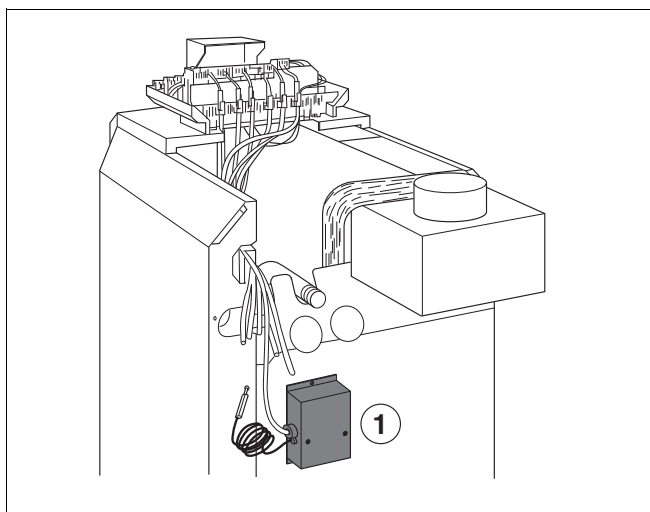

Fig. 2 Posición del aparato de mando G124 X o bien Gaz 5000F - 28 / 32
- ▶ Atornillar el aparato de mando al dispositivo de control del tiro con los tornillos de chapa suministrados (fig. 2 a 5).